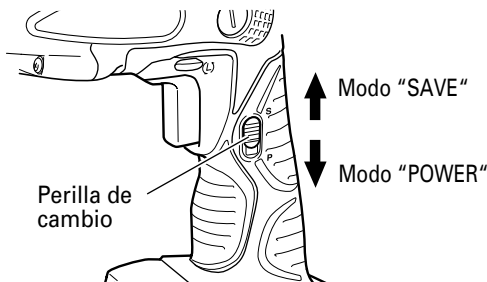

Fig. 25
- Accionando la perilla de cambio de la manera indicada en la Fig. 25, es posible aumentar o disminuir la fuerza de percusión del martillo según los diferentes usos. Ajuste la fuerza a las necesidades de cada uso.